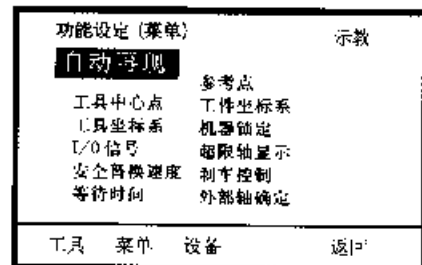

图 12
(4) I/O 状态显示
(5) 模式切换：示教、再现的模式切换
(6) 功能设定如图 12。